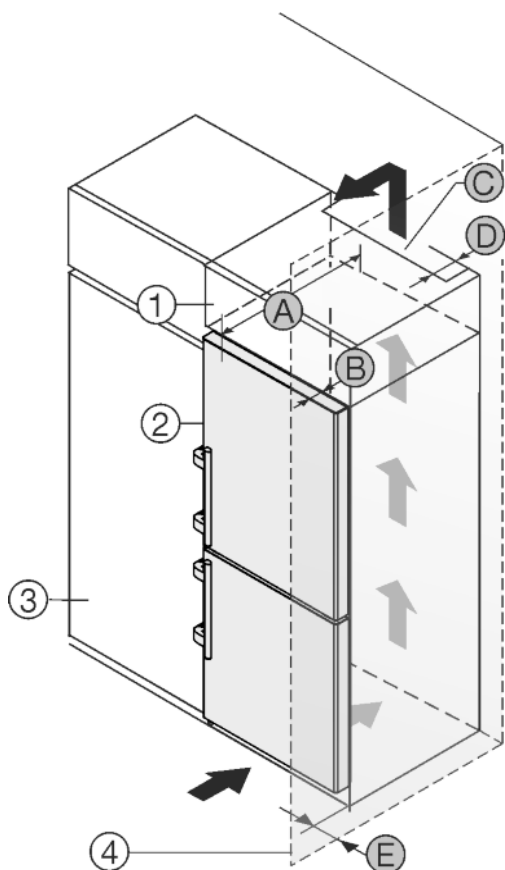

Fig. 27
Уредът може да е обграден с кухненски шкафове. За да изравните височината на уреда Fig. 27 (2) с височината на вградената кухня, над уреда може да се постави шкаф-пристройка Fig. 27 (1).
Уредът да се постави непосредствено до кухненски шкаф Fig. 27 (3). За да могат вратите да се отворят изцяло, уредът трябва да е издаден с дълбочината Fig. 27 (B) спрямо лицето на кухненския шкаф. В зависимост от дълбочината на кухненските шкафове и използването на детайли за отстояние от стената, уредът може да излезе още по-напред.
- От задната страна на шкафа-пристройка трябва да има вентилационен отвор с дълбочина Fig. 27 (D) по цялата ширина на шкафа-пристройка.
- Под тавана на помещението трябва да се спази сечението за вентилация Fig. 27 (C).
Когато уредът се поставя с пантите до стена Fig. 27 (4), трябва да бъде спазено разстоянието Fig. 27 (E) между уреда и стената. Това отговаря на разстоянието, с което дръжките стърчат при отворена врата.